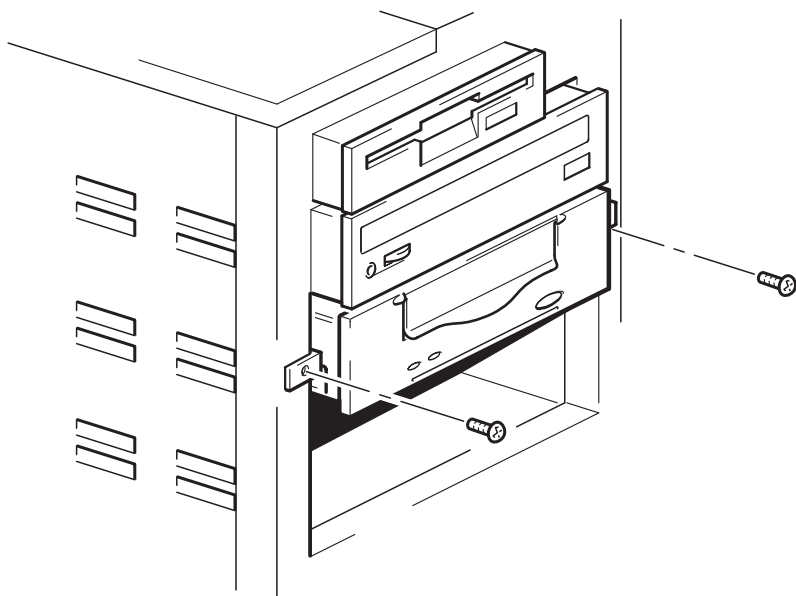

图 9a: 将磁带机固定在装配件上
- 1 固定磁带机。请使用在第 15 页的“第 3 步：准备装配托架”中取下的螺丝来固定磁带机，如图 9a 所示。